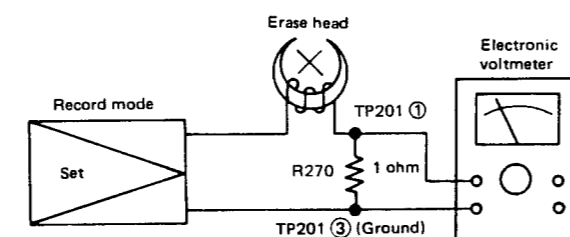

Figure 31-2
- Make connection of instruments as shown in Fig. 31-2, and check if the erase current is as shown in Table 31-2.
- Stellen Sie sicher, daß zwischen den Instrumenten (siehe Abb. 31-2) eine Verbindung besteht und kontrollieren Sie, ob der Löschstrom die in Tabelle 31-2 angegebenen Werte hat.
- Brancher les appareils comme le montre la Figure 31-2 et vérifier si le courant d'effacement satisfait le Tableau 31-2.